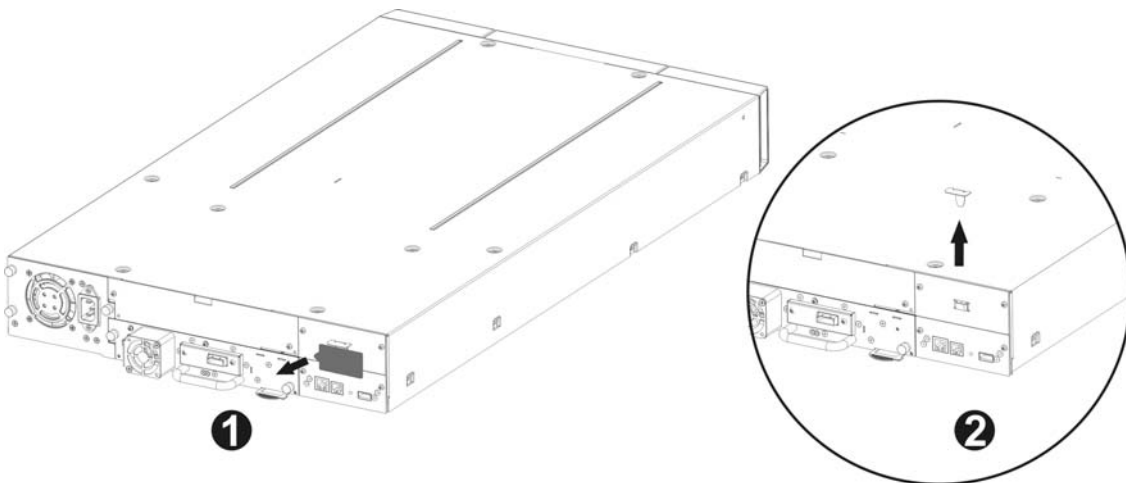

图 3 取下装运锁
- 取下蓝色标签（用于将锁固定在空白板上，位于库的后面板上），然后取下装运锁（参见图 3）。